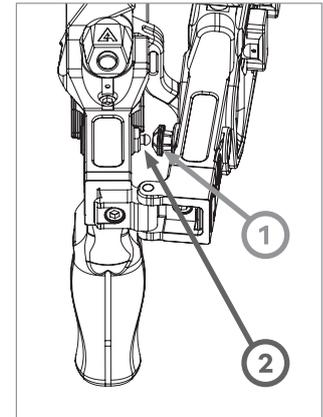

РИС. 60
- ▲ Для фиксации приклада в сложенном состоянии необходимо защелкнуть цангу (поз.1, РИС.60) на «пальце» (поз. 2, РИС. 60).